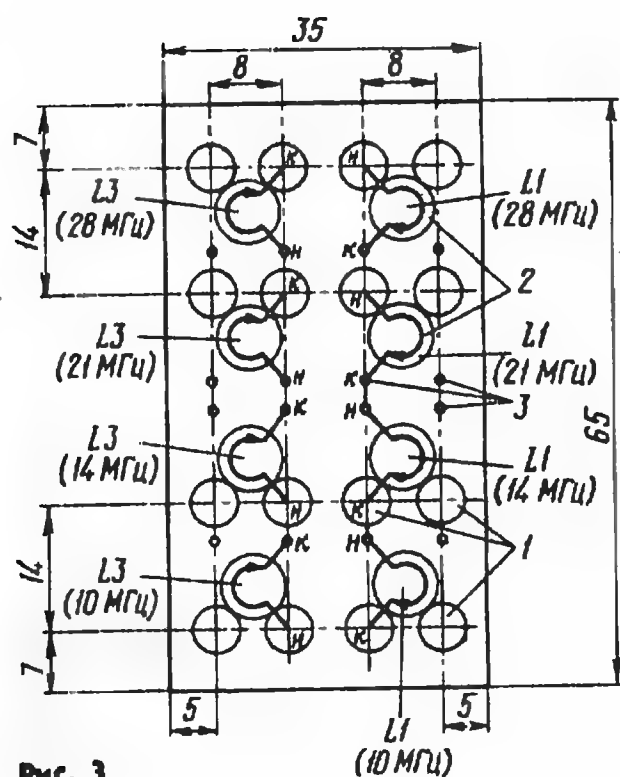

Рис. 3
**Принципиальная схема прибора.** На рис. 3 вкладки приведена схема одного из возможных вариантов прибора — на основе простейшего микромаяка на диапазон 3,5...3,6 МГц. Несимметричный мультивибратор на транзисторах VT1, VT2 с ограничителем (элементы R5, VD1) вырабатывает манипулирующие импульсы «тире». Внутренний контур (образован элементами L1, C3—C6) высокочастотного генератора на транзисторе VT3 определяет частоту генерируемых им колебаний. С цепью коллектора VT3 слабо связан контур L3C7 электрической антенны WA1, WA3. Контур магнитной антенны WA2 имеет близкую к критической связь с контуром L3C7. Этим достигается синфазность высокочастотных колебаний напряжения диполя и тока магнитной антенны, а следовательно, и необходимая синфазность электрического и магнитного полей. Соотношение амплитуд этих полей регулируют резистором R7.
направления намотки катушек Z1-L2, Z1-L3 и Z3-L2, Z3-L3. На рис. 3 стрелками условно показано направление намотки катушек на диапазоны 10, 14, 21 и 28 МГц в фильтрах Z1 и Z3. Катушки для остальных диапазонов намотаны аналогично. На рисунке цифрой 1 помечены монтажные площадки, 2 — местонахождение катушек, 3 — точки соединения катушек с общим проводом.